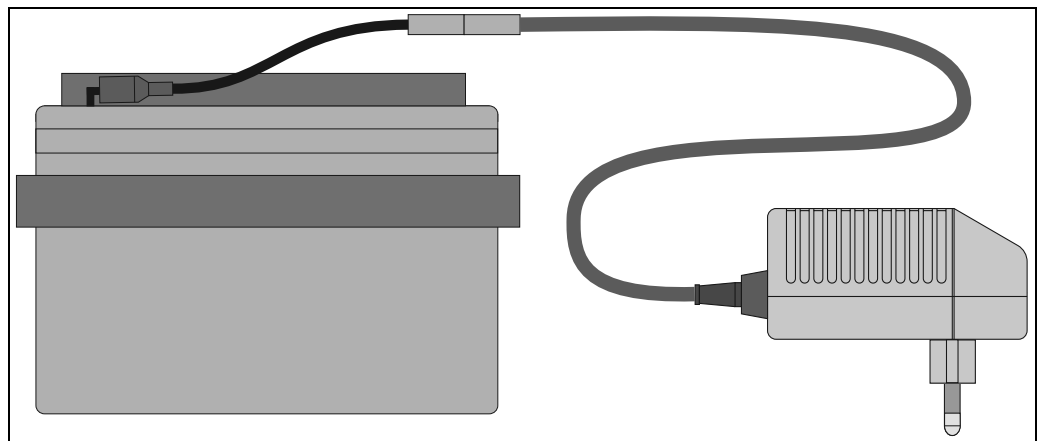

Abb. 6: Ladegerät mit Akku
1. Schließen Sie den Ladestecker des Ladegerätes an den Akku an (→ Abb. 6)